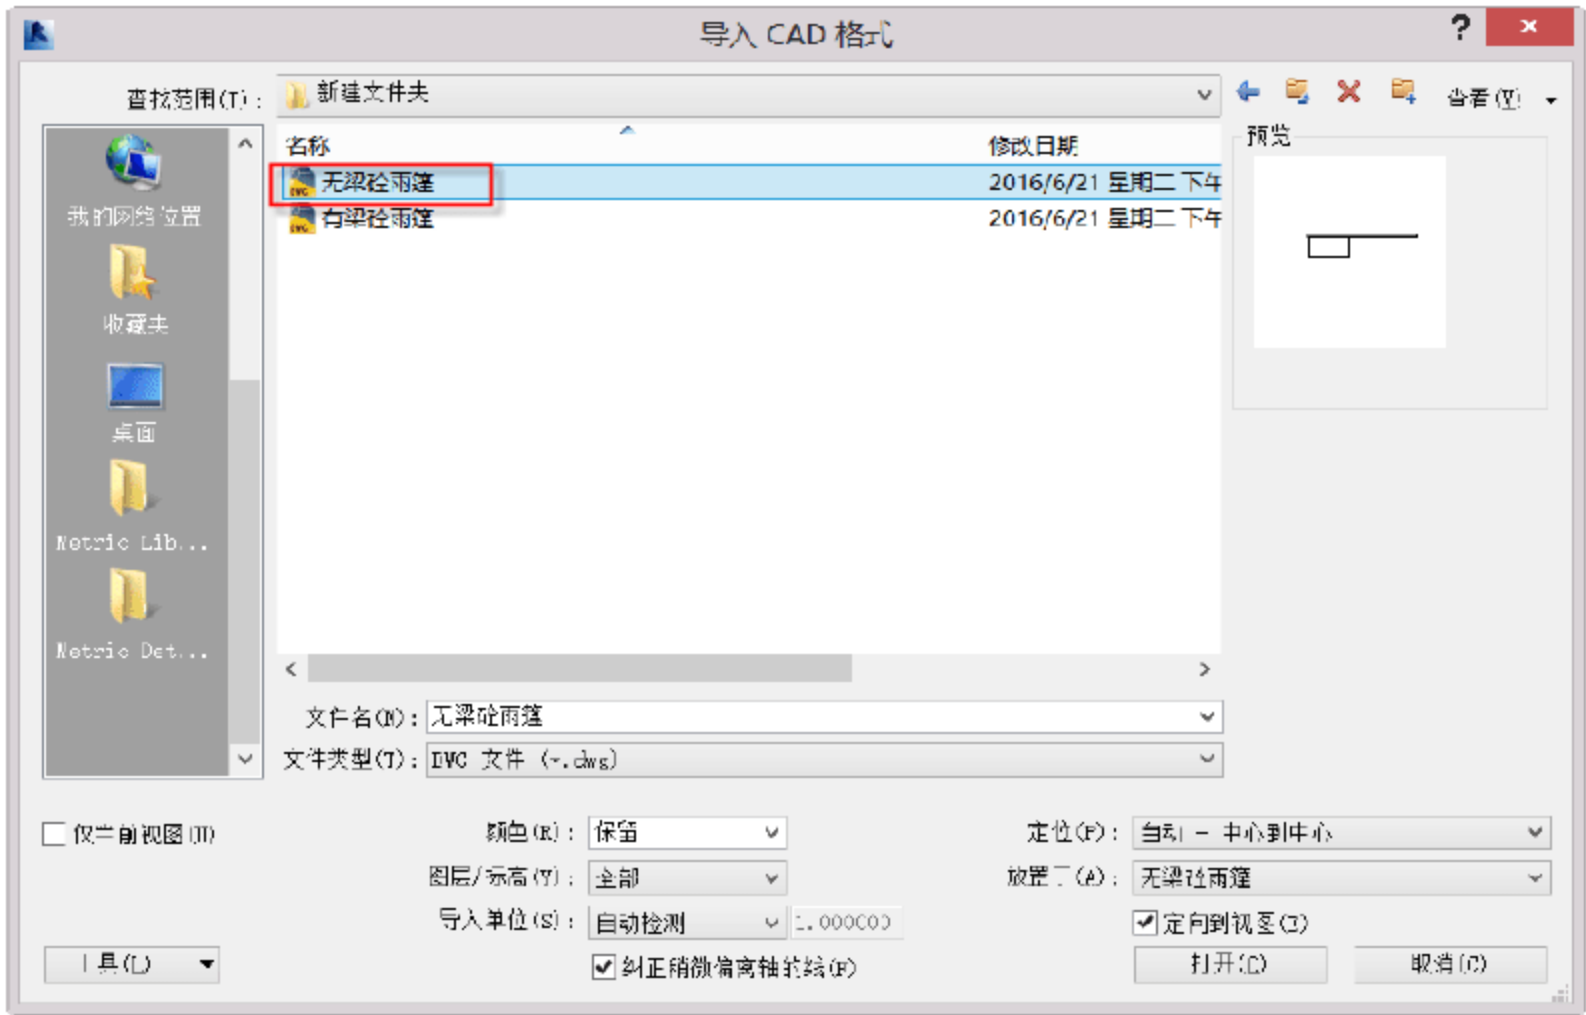
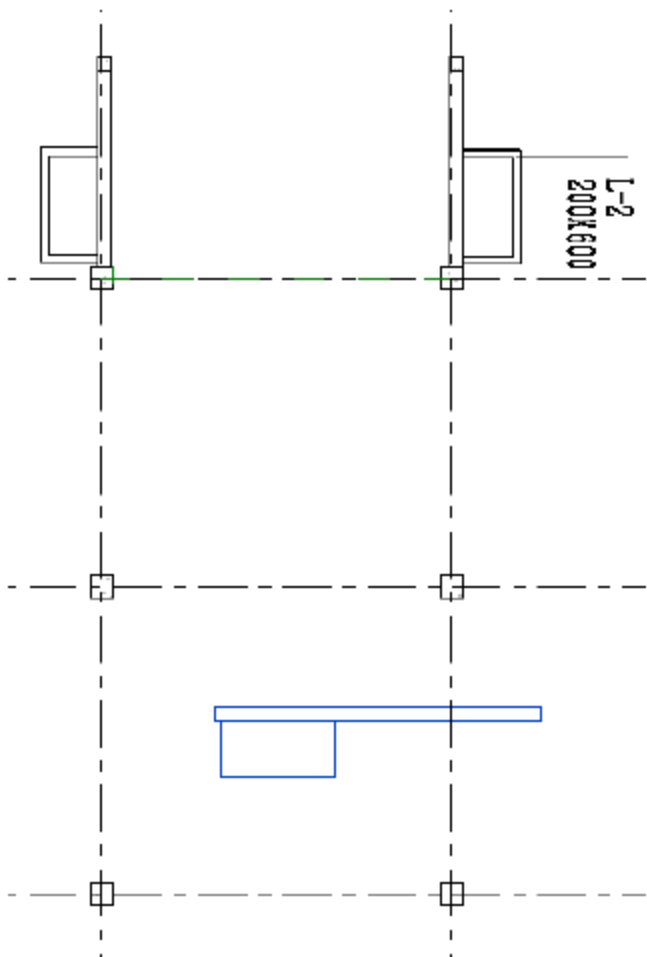

图 5.3.26 导入无梁混凝土雨蓬 DWG 图
图 5.3.27 导入界面
(3) 导入配套资源中的 DWG 图。选择“插入”→“导入 CAD”→“打开”命令，在弹出的“导入 CAD 格式”对话框中选择“无梁混凝土雨蓬”文件，如图 5.3.26 所示，导入后界面如图 5.3.27 所示。